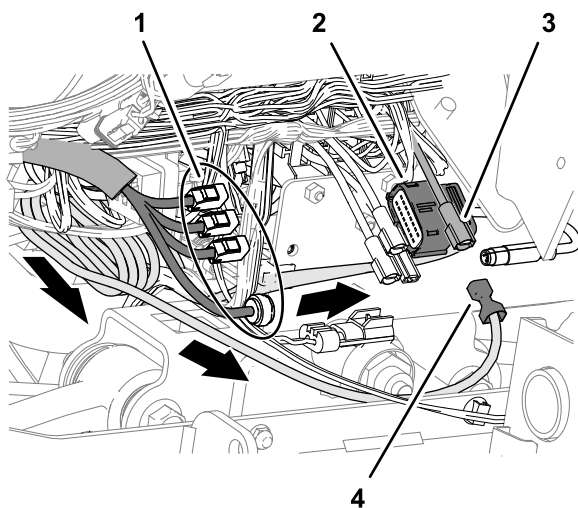

Figura 187
4. En la parte delantera de la máquina, enrute el conector de 4 pines marcado ETHERNET CL-55 y el conector hembra de 18 vías marcado CL55 del arnés de alimentación del módem hasta la máquina, como se muestra en la Figura 187.
5. Enchufe el terminal del arnés de alimentación del módem marcado SWITCHED en el conector hembra de alimentación de accesorios del bloque de fusibles (Figura 187).